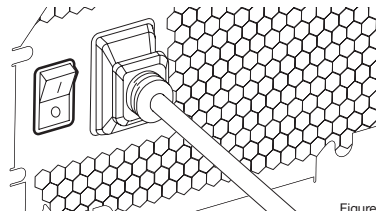

Figure 3
4. Schalten Sie das Gerät ein, indem Sie den ON-Schalter am Netzteil drücken. Der Pumpenmotor wird mit Kühlmittel aus dem Reservoir gefüllt und beginnt, durch das System zu strömen. Schalten Sie das Gerät AUS, bevor das Reservoir entleert wird. Lassen Sie die Pumpe nicht trocken oder ohne Kühlmittel im Reservoir laufen, da dies die Pumpe beschädigen wird (Abbildung 3)!
6. Schließen Sie den 4-poligen Lüfteranschluss der XD5 RGB-Pumpe wieder an den Lüfteranschluss Nr. 6 Ihres CORSAIR iCUE Commander PRO an (siehe Seite XX, Abbildung 3).